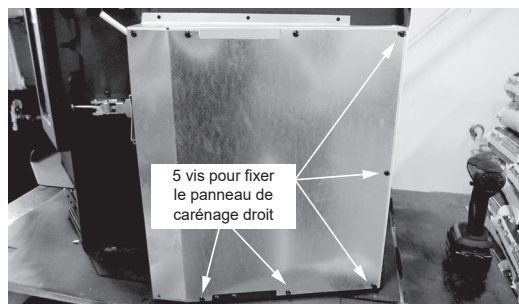

Figure 22.6
9. Fixez le panneau droit à l'aide de 4 vis sur l'appareil (**Figure 22.6**).